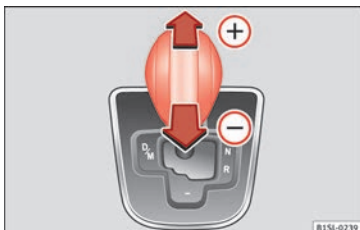

Fig. 149 Palanca en la posición Tiptronic.
- Pulse la palanca hacia adelante **+** o hacia atrás **-** para aumentar o reducir la marcha » **fig. 149**.